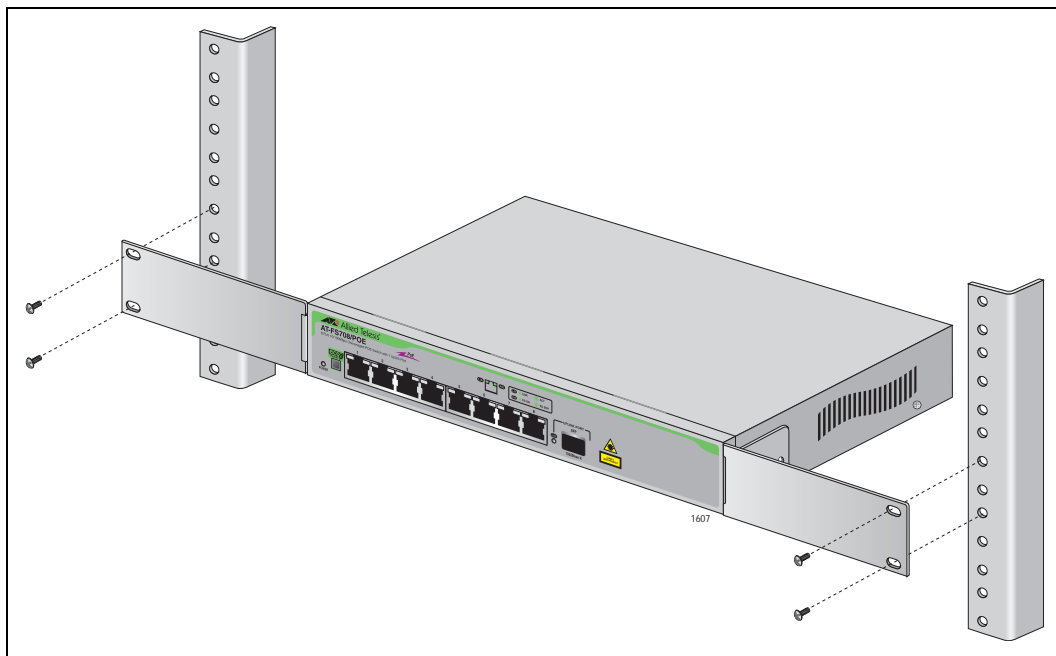

Рисунок 8. Установка коммутатора в стойку
3. Установите коммутатор в 19-дюймовую стойку, закрепив его четырьмя винтами для крепления к стойке, как это показано на рис. 8.